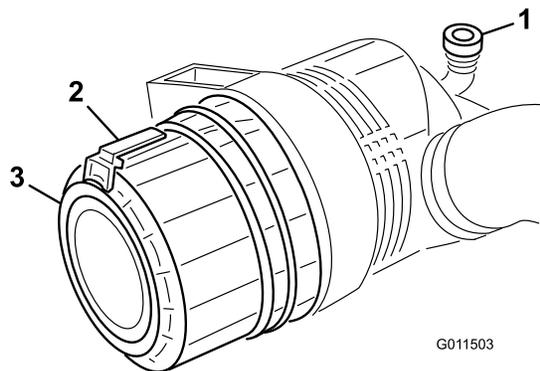

Figure 51
1. Tirez le verrou vers l'extérieur et tournez le couvercle du filtre à air dans le sens antihoraire (Figure 51).